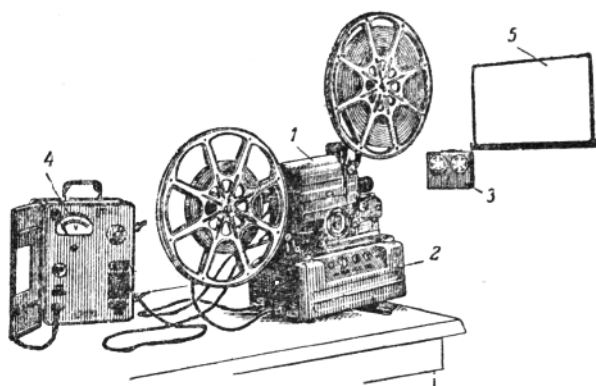

图4 FL-16型全套放映设备架好后的情况
5.将自耦变压器放在桌上,如果平放,要使它与会面前沿平齐;如果直立,则须如图4那样放置。
至此,架机完毕,机器架设好的情况如图4所示。